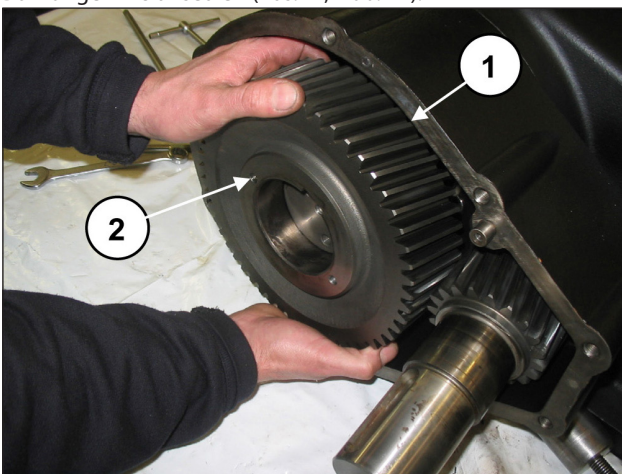

Abb. 12
Entfernen Sie den Zahnkranz (Pos. ①, Abb. 12). Bei Bedarf können Sie einen Abzieher mit Schlagwerk an den 2 Bohrungen M8 ansetzen (Pos. ②, Abb. 12).